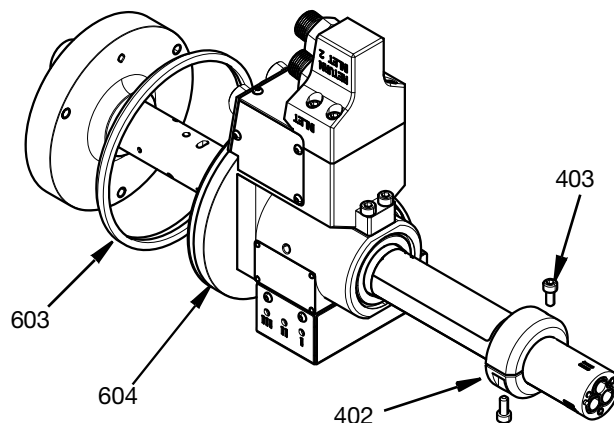

FIG. 25
5. Colocar o anel de vedação (603) na ranhura no exterior da caixa de rolamentos (604). Deslizar a unidade completa sobre o corpo central (101) e certificar-se de que a face da caixa de rolamentos está apertada contra a face do corpo central. Deslizar o anel de bloqueio (401) sobre o corpo central e apertar os dois parafusos M5 (403). Apertar para 57,5 pol-lbs (6,5 N•m). Consulte a FIG. 25.